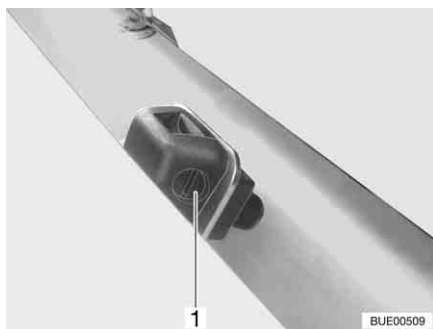

Fig. 44 Boquillas de limpiaparabrisas
- Girar el tornillo de ajuste (Fig. 44,1) con un destornillador apropiado hasta que se alcance la posición deseada.